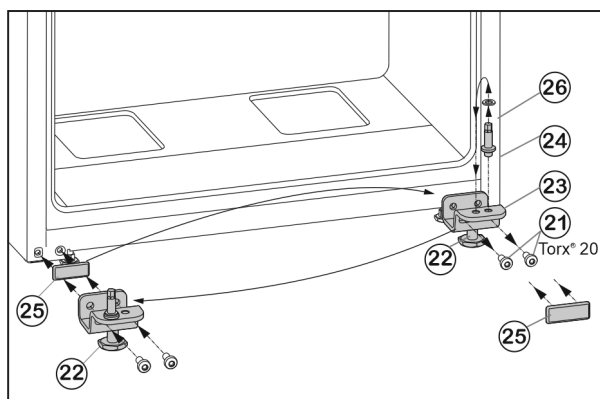

Fig. 7
- ▶ Odvijte pričvrzne vijke Fig. 7 (21).
- ▶ Skinite cijeli podložak ležaja dolje Fig. 7 (23) zajedno sa svornjakom ležaja Fig. 7 (24), pločicom Fig. 7 (26) i podesivom nožicom Fig. 7 (22).
- ▶ Potpuno odvijte svornjak ležaja Fig. 7 (24) zajedno s pločicom Fig. 7 (26), premjestite ga u suprotnu prihvatnu rupu podloška ležaja i ponovo zavijte.
- ▶ Pažljivo skinite poklopac Fig. 7 (25) i premjestite ga na drugu stranu.
- ▶ Cijeli podložak ležaja dolje Fig. 7 (23) zajedno sa svornjakom ležaja Fig. 7 (24), pločicom Fig. 7 (26) i podesivom nožicom Fig. 7 (22) ponovno pričvrstite na novoj strani šarke, po potrebi uz pomoć odvijača na baterije (s 4 Nm).
- ▶ Stavite donja vrata odozgo na svornjak ležišta Fig. 7 (24).
- ▶ Odvijte podesivu nožicu Fig. 7 (22) napodlošku ležaja dolje Fig. 7 (23) tako da se podupre o pod.